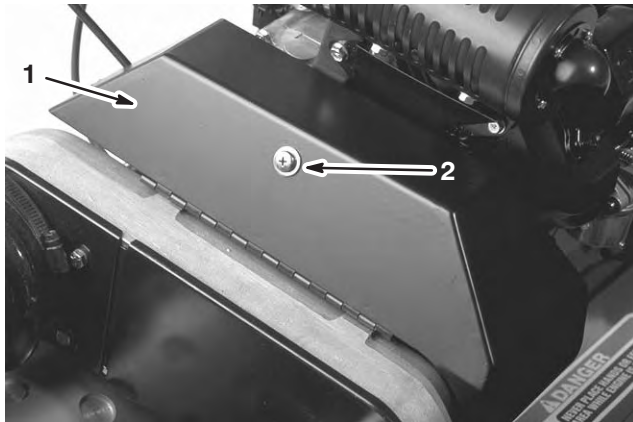

Bild 39
2. Lösen Sie den Halter, mit dem die Haupttreibriemenabdeckung befestigt ist. Drehen Sie die Abdeckung, um sie zu öffnen (Bild 39).